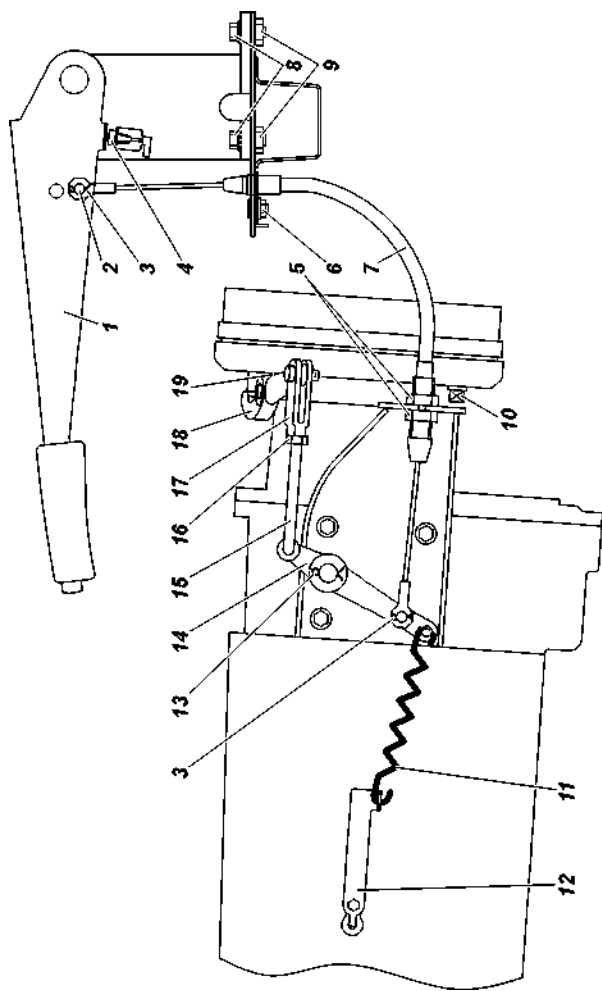

Рис. 9.26. Привод стояночного тормоза трансмиссионный:
**Трансмиссионный стояночный тормоз**, действующий на трансмиссию (рис. 9.26).
2. Переместите рычаг стояночного тормоза 1 (рис. 9.26) в крайнее нижнее положение.